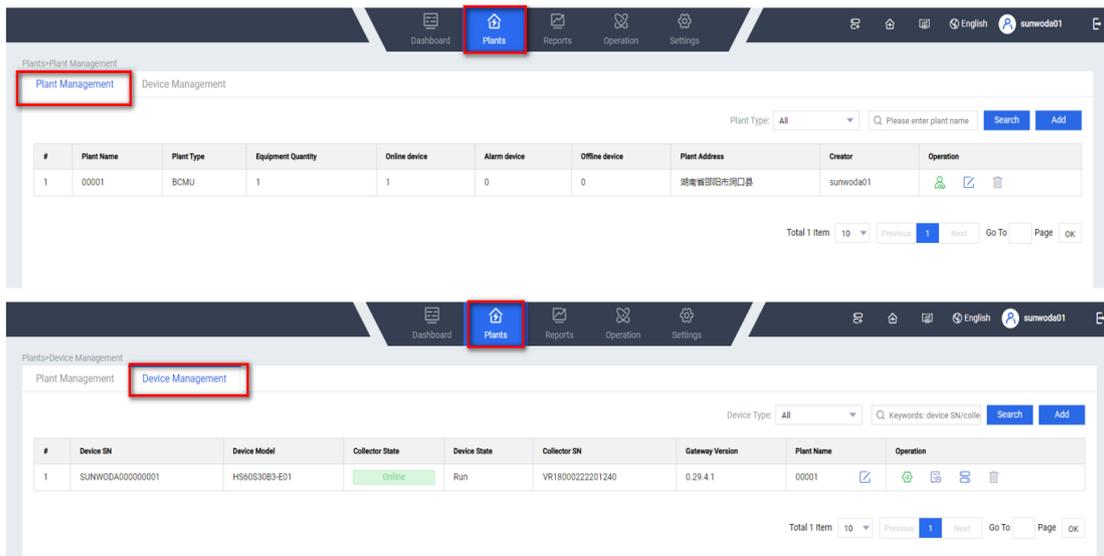

Figura 4.24
(2) Puede consultar la ubicación del cuadro rojo en el siguiente enlace Página para ver la información del sitio y del equipo. (Figura 4.24).